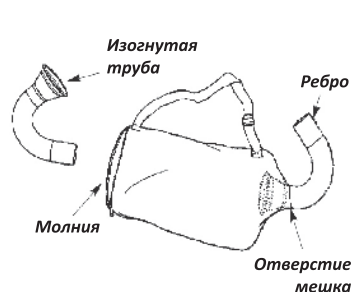

Рис. 4
2. Протолкните тонкий конец изогнутой трубы в отверстие мешка до фиксации мешка на её конусной части (Рис. 4).